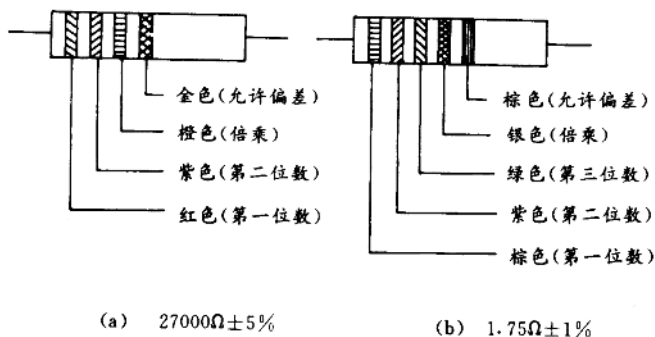

图 1-2 阻值色环表示法示例
(2)阻值的色环表示法。通常用 4 条色环来表示电阻标称值和误差,即自左至右第一、第二色带用来表示 2 位有效数字,第三色带表示乘数,第四色带表示误差,如图 1-2 所示。精密电阻采用 5 条色环来标志,比 4 条色环表示方法多了一位有效数字。常用四色环电阻识别表如表 1-2 所示。五色环电阻识别如表 1-3 所示。